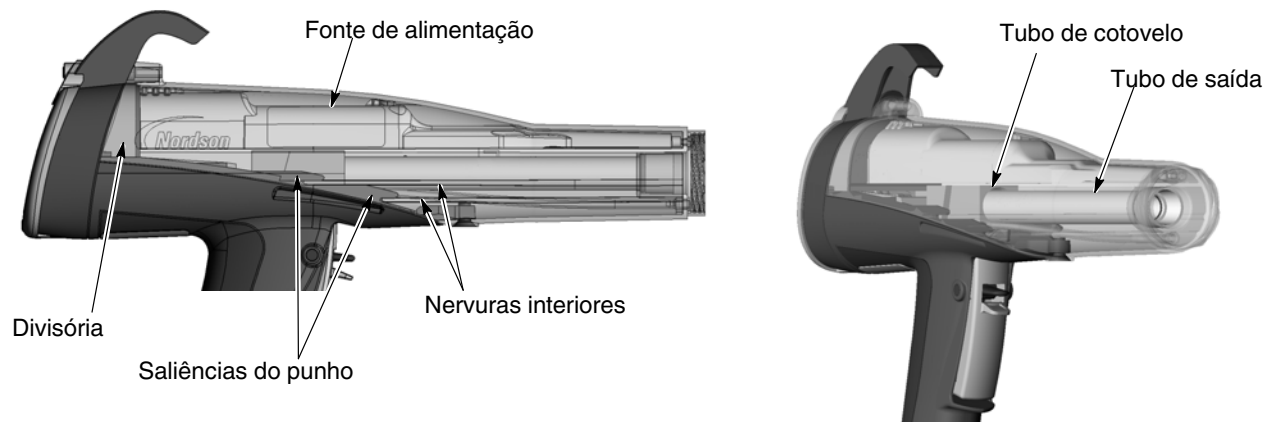

Figura 6-6 Montagem da pistola
- Consulte a figura 6-6. Alinhe o corpo da pistola com o punho e enfie-os juntos, engatando as nervuras interiores do corpo da pistola nas saliências do punho.